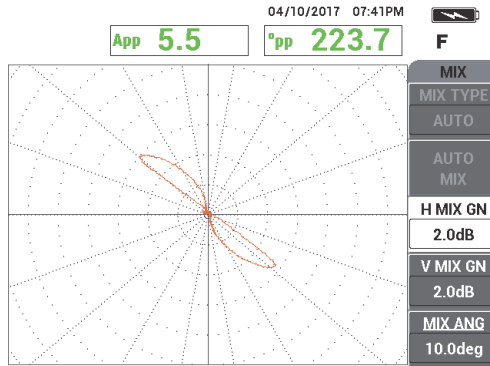

図 5-171 自動ミックスゲイン調整後のスルーウォールホール
9. 信号がグリッド上の約 6 主要区間に渡るまで、**H ミックス GN**（水平ミックスゲイン、C キー）および **V ミックス GN**（垂直ミックスゲイン、D キー）を調整します（251 ページの図 5-171 参照）。